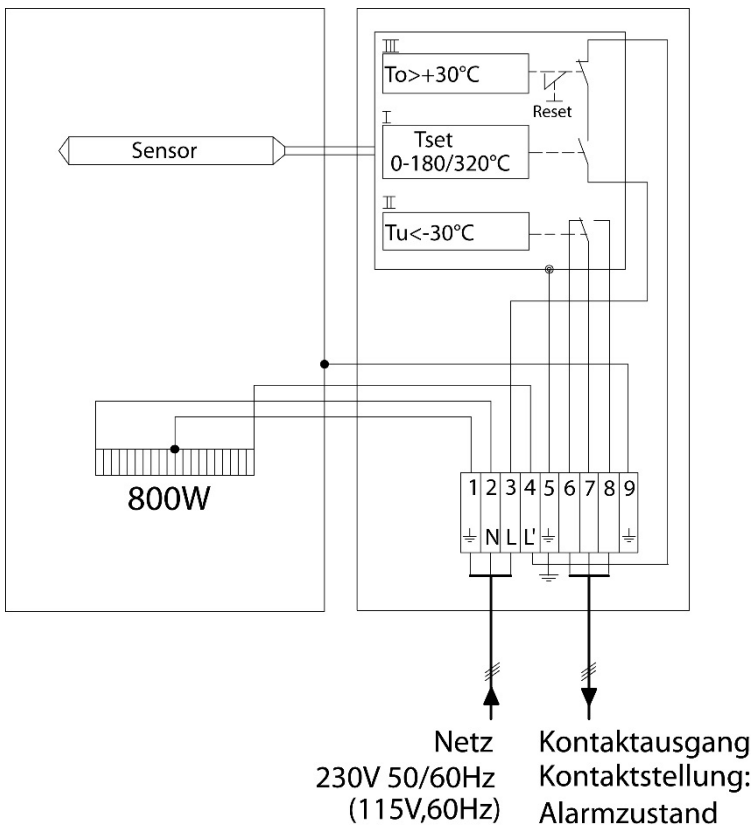

Abbildung 9 Elektrischer Anschluss für SP2000-H, SP2300-H und SP2400-H mit Thermostatregler
- Deckel der Anschlussdose entfernen. Im Deckel befindet sich ebenfalls der abgebildete elektrische Anschlussplan (Abb. 9).